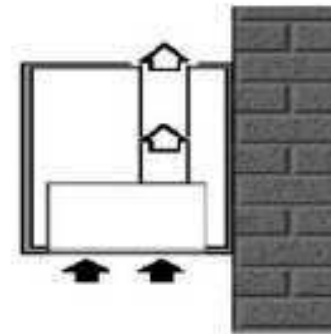

Abb. 2b
2) Umluftbetrieb (Abb. 2b) – die Wrasen werden durch die Aktivkohlefiltermatte gesogen und gesäubert wieder in den Raum geführt. Die Filter sollten je nach Gebrauch spätestens nach 6 Monaten gewechselt werden.